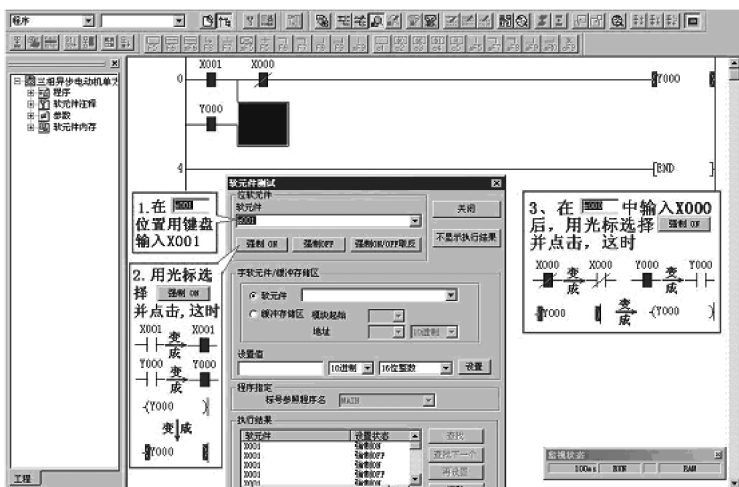

图 2-53 梯形图逻辑测试仿真操作画面
3) 按照如图 2-53 所示的梯形图逻辑测试的操作画面进行仿真操作，并观察显示器中的梯形图中的软元件的通断电情况是否与任务控制要求相符。